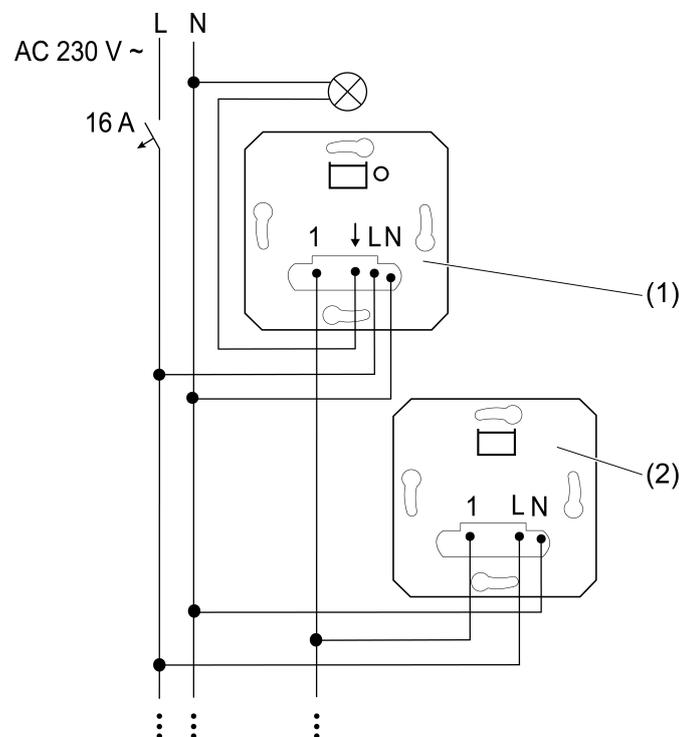
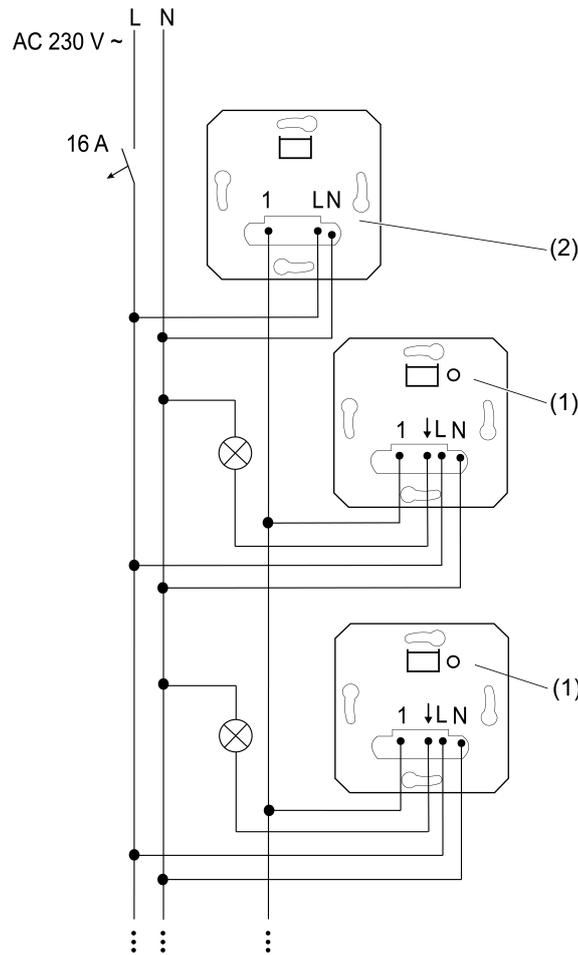
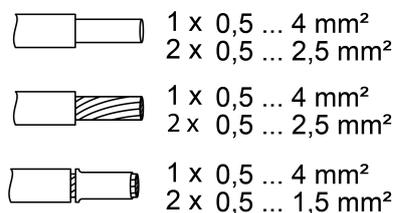

Bild 1: Anschlussplan 3-Draht-Nebenstellen an einer Hauptstelle
Bild 2: Anschlussplan mehrere Hauptstellen an einer 3-Draht-Nebenstelle für die zentrale Steuerung
Bild 3: Klemmbare Leitungsquerschnitte
- i** Es können bis zu zehn 3-Draht-Nebenstellen (2) an einer Hauptstelle (1) angeschlossen werden (siehe Bild 1).
- i** Es können bis zu fünf gleiche oder unterschiedliche Hauptstellen (1) gemeinsam von einer 3-Draht-Nebenstelle (2) gesteuert werden (siehe Bild 2).
- Nebenstelle (2) gemäß Anschlussplan anschließen (siehe Bild 1) und (siehe Bild 2). Dabei klemmbare Leitungsquerschnitte beachten (siehe Bild 3).